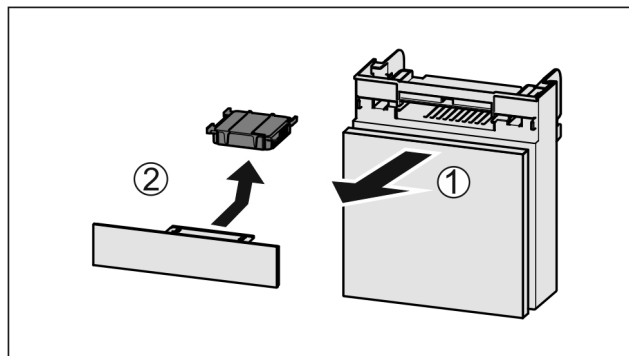

Fig. 69
- ▶ Вытянуть Fig. 69 (1) отделение движением вперед.
- ▶ Извлечение Fig. 69 (2) фильтра с активированным углем.